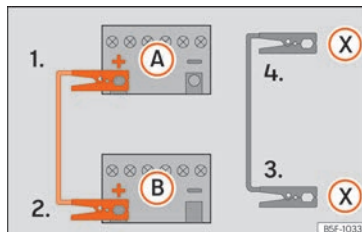

Abb. 156 Anschlussplan für Fahrzeuge mit Start-Stopp-System.
Starthilfekabel nur in folgender Reihenfolge an-klemmen 1 > 2 > 3 > 4 »» (Abb. 156).
Fahrzeuge mit Start-Stopp-System: Klemmen Sie ein Ende des schwarzen Starthilfekabels (X) an einen geeigneten Masseanschluss, ein massives, fest mit dem Motorblock verschraubtes Metallteil oder an den Motorblock selbst »» (Abb. 156).
5. Klemmen Sie das andere Ende des schwarzen Starthilfekabels (X) im Fahrzeug mit der entladenen Batterie an ein mit dem Motorblock verschraubtes, massives Metallteil oder an den Motorblock selbst, aber so weit wie möglich von der Batterie A entfernt an.